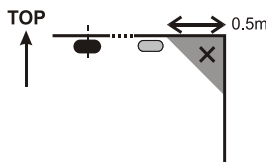

Fig. 4
**Installer aldrig detektoren i et hjørne i rummet** (og hold altid en afstand på mindst 0,5m fra hjørnet – se Fig. 4). Der er ikke en tilstrækkelig luftcirkulation i hjørnerne.